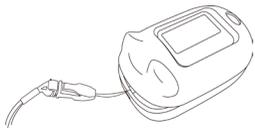

Abbildung 4 Anbringen des Tragbands
- Schritt 1. Siehe Abbildung 4 und legen Sie die AAA-Batterien sorgfältig in die richtige Richtung ein.